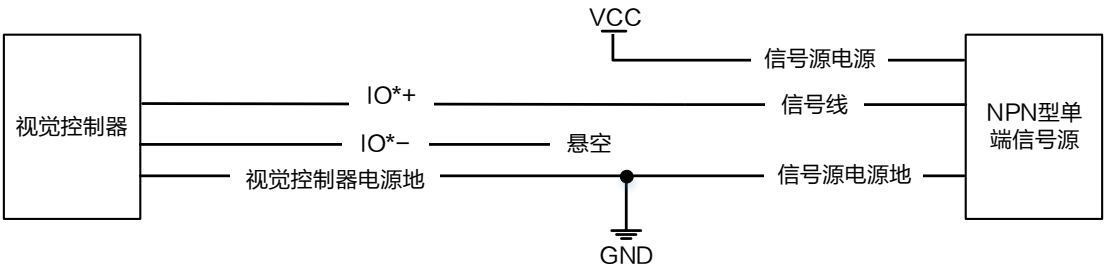
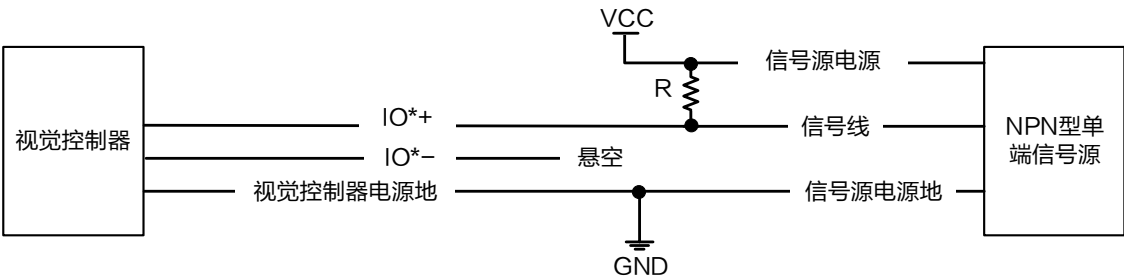

图4-15 NPN 单端输入接线（无需上拉电阻）
图4-16 NPN 单端输入接线（需上拉电阻）
- NPN 型单端信号源提供信号源时，有两种不同的接法，如图 4-15 和图 4-16 所示，其中图 4-16 接线图中上拉电阻阻值范围为 1 ~ 10 K Ω 。